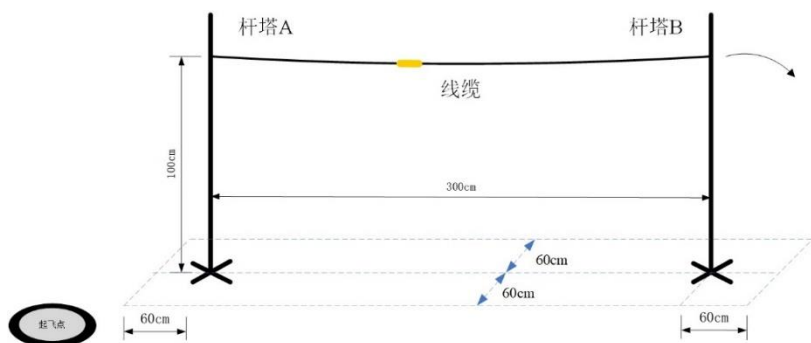
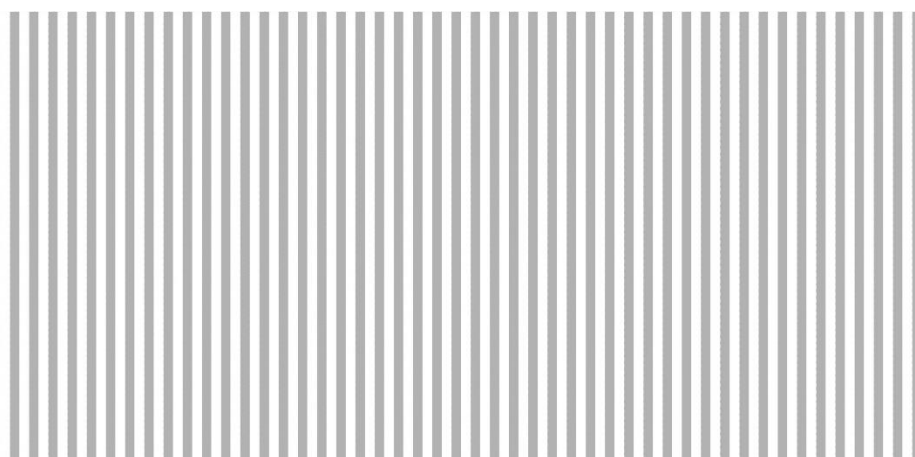

图 1 杆塔与线缆示意图
图 6 地面敷设材料图案
设计一基于四旋翼飞行器的巡线机器人，能够巡检电力线路及杆塔状态（见图 1），发现异常时拍摄存储，任务结束传送到地面显示装置上显示。巡线机器人中心位置需安装垂直向下的激光笔，巡线期间激光笔始终工作，以标识航迹。
- (1) 起飞前，飞行器可手动放置到起飞点；可手动控制起飞；起飞后整个巡检过程中不得人为干预。
- (2) 从基本部分（1）到发挥部分（3）的巡线工作须一次连续完成，期间不得人为干预，也不得更换电池；允许测试 2 次，按最好成绩记录；两次测试间可更换电池。
- (3) 发挥部分（1）、（2）中拍摄的条形码及二维码图片存储在存储介质（如 SD 卡）中，巡线完成后在地面显示装置上读取显示，用手机识别；手机及显示装置作为作品的组成部分，必须与作品一起封存。
- (4) 在巡线区地面标识 $\pm 60\text{cm}$ 区域，见图 1，巡线机器人巡检航迹可参照激光笔光点轨迹摄像判定。
- (5) 基本部分（1）到发挥部分（3）测试完成后，进行发挥部分（4）测试；增加配重后，不得自行另加其他配重。
- (6) 现场编程实现的任务在所有其他测试工作（包括“其他”项目）完成之后进行。编程调试超时判定任务未完成；编程调试时间计入成绩。编程下载工具必须与作品一起封存。
- (7) 测试现场应避免窗外强光直接照射，避免高照度点光源照明；尽量采用多点分布式照明，以减小飞行器自身投影的影响。
- (8) 飞行场地地面可采用图 6 所示灰白条纹纸质材料铺设。灰白条纹各宽 20mm ，灰色的红绿蓝三原色参数为：R-178，G-178，B-178。